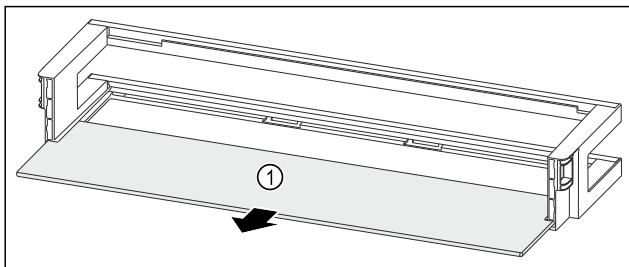

Fig. 163 Dørhylde med hylde
- ▶ Tag hylden Fig. 163 (1) ud.